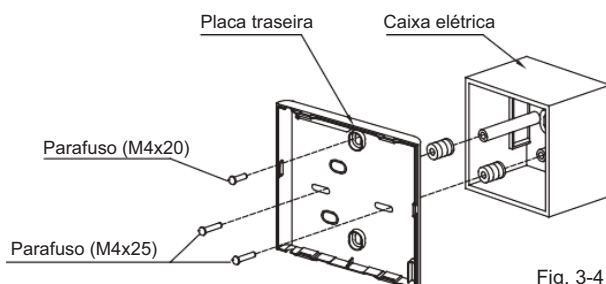

Fig. 3-4
- Para fixar o controlador a uma caixa elétrica, fixe a placa traseira à caixa com dois parafusos (M4x25) e fixe o controlador à parede com um parafuso (M4x20) (Fig. 3-4).